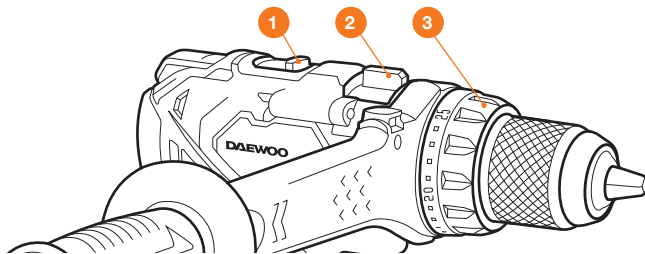

Рис. 7
- Установите необходимый режим работы, переводом муфты **2** в необходимое положение (Рис. 7).
- Выберите и установите необходимое значение момента, поворотом муфты **3** (Рис. 7).